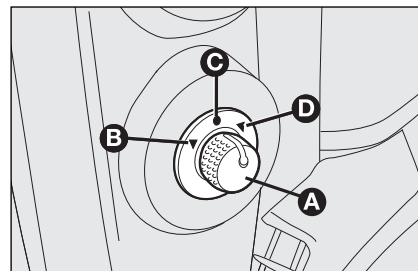

fig. 40
- ☐ kies met de keuzeschakelaar **A-fig. 40** de gewenste spiegel (rechts of links);